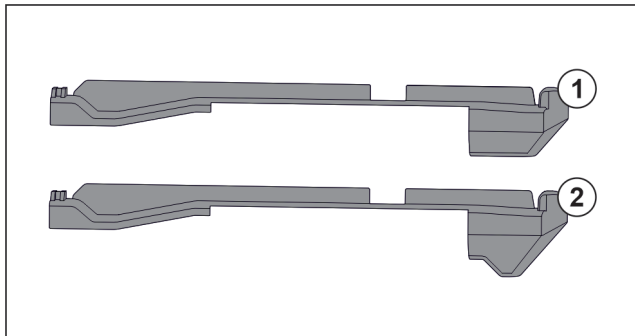

Fig. 69 Порівняння вставних частин
У пристрої є дві різні вставні частини. Вставна частина над самим нижнім висувним ящиком Fig. 69 (2) має трикутний край. Всі інші вставні частини Fig. 69 (1) мають прямий край.
- ▶ Розмістити вставну частину Fig. 69 (2) з трикутним краєм над самим нижнім висувним ящиком.
- ▶ Розмістити вставну частину Fig. 69 (1) з прямим краєм у всіх інших місцях.